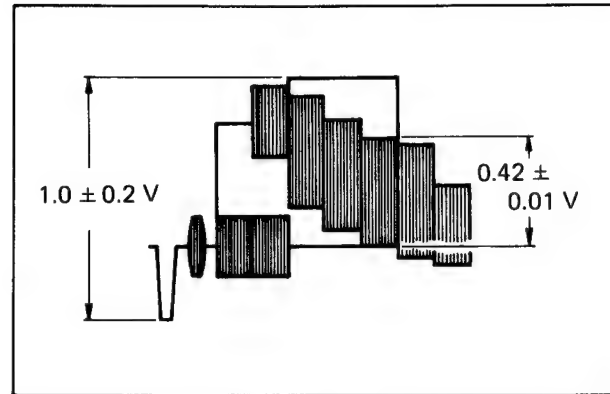

Bild 3-38
3. R 29 auf Mittelstellung, mit R 35 0,42 Vss Magenta-Anteil einstellen (Bild 3-38). Falls notwendig, mit R 29 nachgleichen.